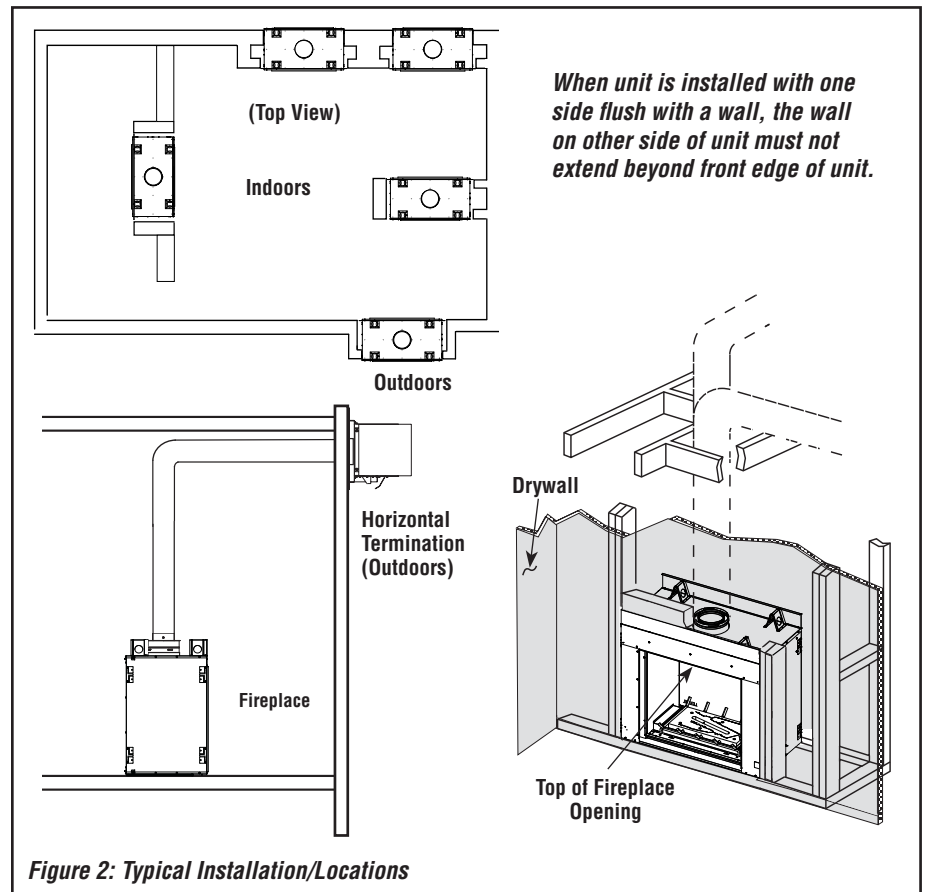

Figure 2: Typical Installation/Locations
CAUTION: Due to high temperatures, the appliance should be located out of traffic and away from furniture and draperies (Figure 2).
AVERTISSEMENT : En raison des températures élevées, l'appareil devrait être installé dans un endroit où il y a peu de circulation et loin du mobilier et des tentures (Figure 2).
- In addition, when the unit is recessed, the side walls surrounding the unit must not extend beyond the front edge of the unit (see **Figure 2 on Page 5**).